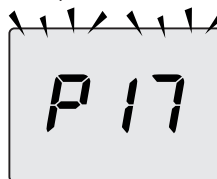

Figura 5.30
- Scorrere i vari parametri utilizzando i tasti 15 o 16 fino a far apparire sul display LCD le lettere **P17** che si alternano con il valore del parametro, indicanti l'entrata nel "parametro 17" (Figura 5.30).